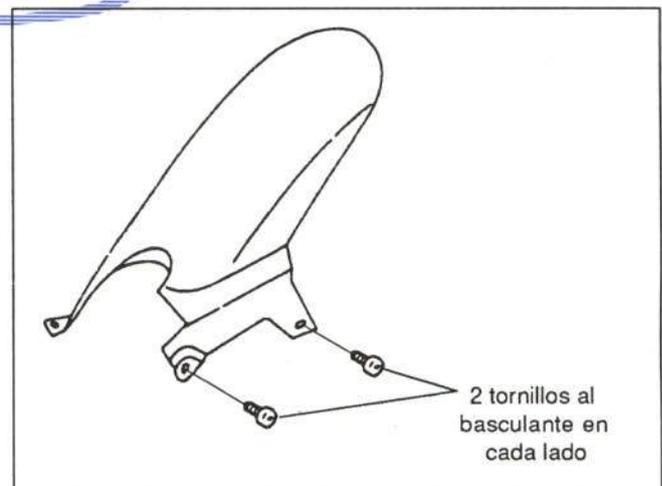

Figura 25.- Fijación del salvabarros
En la figura 25 se presenta la fijación de esta pieza.
- Salvabarros (figura 25)